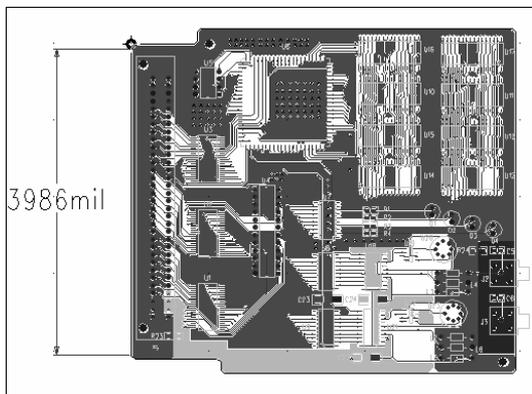

图 13-8 自动标注尺寸模式下的尺寸标注
自动标注方式 (Autodimension) 是 PADS 智能性的一种体现。在该模式下，PADS 自动辨别标注的类型，给出合适的标注方向和测量结果。这样可以减少标注方式之间的切换次数，提高工作效率。下面以图 13-8 为例介绍自动标注方式的使用。
(5) 单击如图 13-8 所示的电路板边框的左边的任意一点，则 PADS 会自动判断出需要对电路板的左边框进行尺寸标注。然后自动对电路板左边框进行标注，一个标注尺寸的映像“Image”附着在光标上，移动到相应位置单击鼠标左键，放置标注图形。
水平标注方式 (Horizontal) 是用于标注对象在 X 轴上的投影长度。下面以图 13-8 为例介绍水平标注方式的使用。
垂直标注 (Vertical) 是用于标注对象在 Y 轴上的投影的长度。下面仍然以图 13-8 所示的图形为例, 对垂直标注工具的使用进行介绍。
(5) 在如图 13-8 所示的图形中的电路板边框的底边右端拐角处单击鼠标左键, 再在电路板边框上端右侧拐角处单击鼠标左键。
（5）单击如图 13-8 所示的电路板的左边框中点，再单击上边框的中点。
（5）单击图 13-8 所示的电路板的上边框中点，则在左边框的中点显示定位符号“Alignment”，表示左边框的中点作为标注的起始端点。
(1) 单击工具栏中的图标按钮，打开自动标注尺寸工具栏，单击图标按钮，进入选择模式。
- (2) 在工作区域内单击鼠标右键，在弹出的快捷菜单中选择“选择板框”命令。
- (3) 单击自动标注尺寸工具栏中的图标按钮，进入引出线标注模式。
- (4) 在工作区域中单击鼠标右键，在弹出的快捷菜单中选择“捕获至任意点”命令。
- (5) 在图 13-8 中单击 PCB 上边框上的任意一点，则显示引出线的映像附着在光标上。